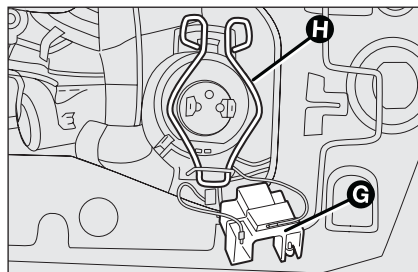

fig. 25
- asportare il connettore **G-fig. 25**;